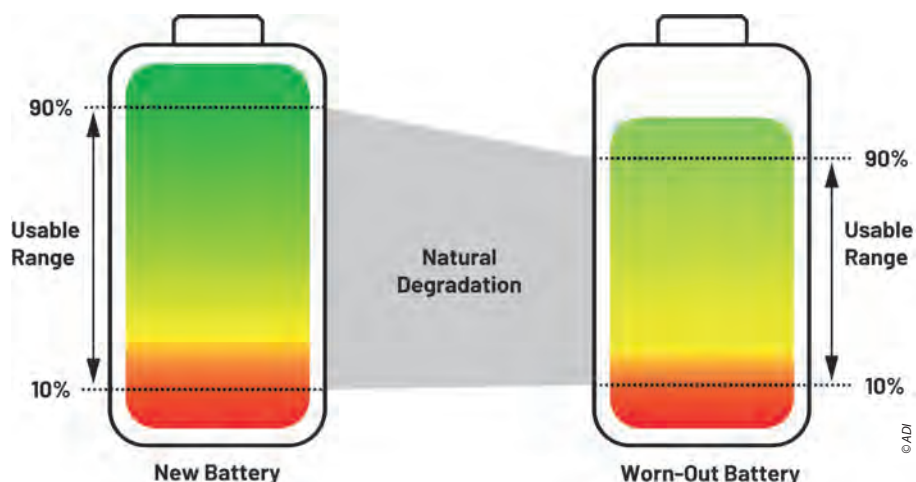

Figura 4
- Degradarea naturală influențează în mod direct sănătatea bateriei, deoarece, în timp, SoC-ul maxim scade (figura 4). Din acest motiv, măsurarea precisă a celulelor rămâne cea mai eficientă modalitate de a menține performanța la un nivel optim, chiar și după apariția degradării.